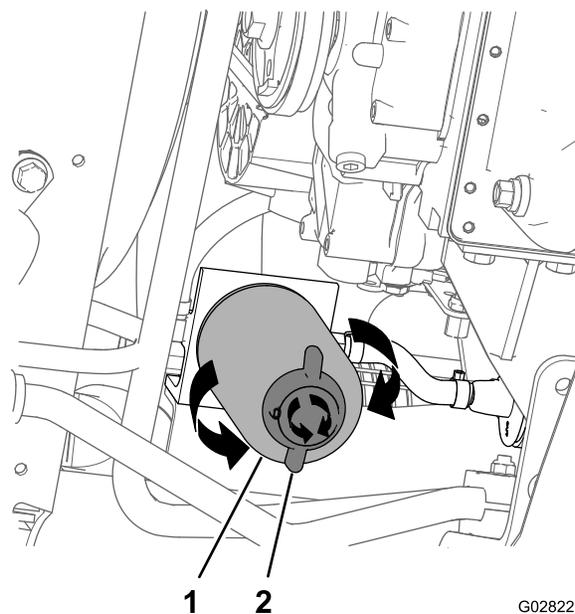

Figura 56
4. Alinhe um recipiente de escoamento debaixo do filtro do combustível; consulte a Figura 56 na Substituir o recipiente do filtro separador de água \(página 53\).
2. Coloque um recipiente de escoamento debaixo do recipiente do filtro separador de água (Figura 56).
3. Rode a válvula de drenagem na parte inferior do recipiente do filtro separador de água no sentido contrário ao dos ponteiros do relógio (Figura 56).
4. Limpe a área em torno do recipiente do filtro separador de água e da montagem do adaptador do filtro (Figura 56).
5. Retire o recipiente do filtro separador de água (Figura 56).
9. Certifique-se de que a válvula de drenagem na parte inferior do recipiente do filtro separador de água é rodada no sentido dos ponteiros do relógio com firmeza (Figura 56).